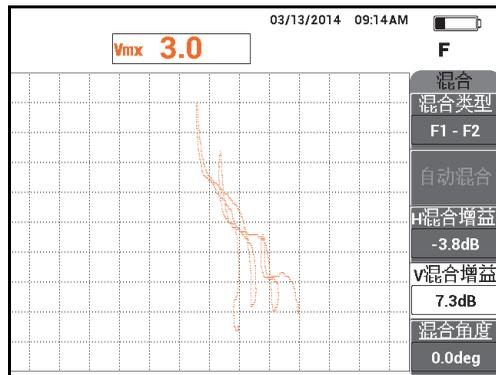

图 5-111 调节垂直混合增益的值
21. 增加 **V 混合增益**（垂直混合增益，功能键 D），直到信号的最大波幅达到屏幕高度的 80%（参见第 192 页的图 5-111）。